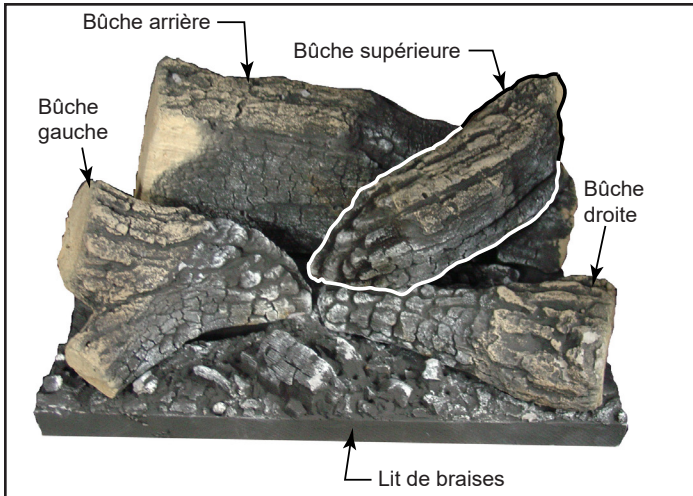

Figure 3.29 – Installation terminée
5. Installez la bûche supérieure en faisant correspondre le trou au bas de la bûche avec l'ergot de positionnement en haut à droite de la bûche arrière (figure 3.29). Placez la bûche de manière à ce qu'elle soit inclinée vers la zone où les deux bûches avant se rencontrent.